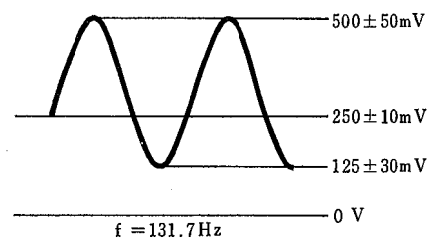

図 2
次にC_{key}をON(KV端子に $250 \pm 0.3mV$)した時、TP3が図2になる様にVR7により調整する。これをくり返し行ない、それぞれの調整値がずれないこと。
- ① $\sim$ (VI-5, 6)端子に図1、 $\searrow$ (VI-8)端子に図2、 $\swarrow$ (VI-9)端子に図3、 $\square$ (VII-1)端子では図4の波形が得られること。